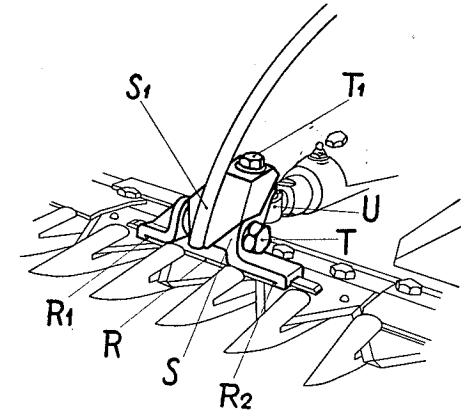

Fig. 7
6. Montaggio della testa di lama (fig. 7)
Die Spannschraube **T** (Fig. 7) wird so weit gelöst, bis sich der Messerkopf von der Mitnehmerplatte abheben lässt. Mit Hilfe des Messerhakens **V** wird das Messer seitlich aus dem Messerbalken gezogen. Man soll das Messer nicht an der Mitnehmerplatte hinausstoßen. Das neue Messer wird in den Balken eingeführt und der Messerkopf, wie unter Ziffer 6 beschrieben, gereinigt und aufgesetzt.
La vite con testa conica **T** (fig. 7) va svitata fino a che la testa di lama si stacca dalla piastrina d'attacco. Con l'aiuto del gancio **V** si toglie la lama lateralmente dalla barra. Mai spingere la lama alla piastrina d'attacco. Infilata la nuova lama nella barra, si applica la testa di lama, pulita con cura in precedenza.
Tirare la frizione ed innestare la marcia, allentare lentamente la frizione e dare un po' di gas. In caso di inceppi alla barra, si faccia marcia indietro (Innestare la leva a destra su **R**). Prima di proseguire la falciatura, occorre levare l'erba già tagliata davanti alla barra. Per ripartire, si indietreggi di qualche passo, per avere sulla lama la velocità normale. Se l'erba si arresta sull'oscillatore, si raccomanda di mettere il divisore **S1** (vedi fig. 7, pag. 9)